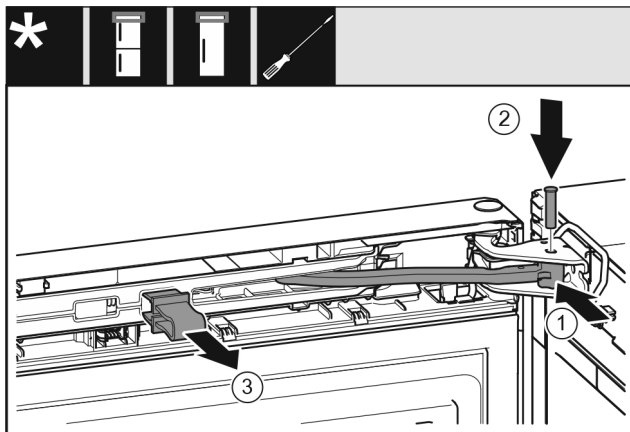

Fig. 21
- ▶ Tourner l'articulation dans le support de palier. *Fig. 21 (1)*
- ▶ Introduire le boulon dans le support de palier et l'articulation. Veiller à ce que l'ergot d'encliquetage repose correctement dans la rainure. *Fig. 21 (2)*
- ▶ Enlever l'arrêtoir. *Fig. 21 (3)*